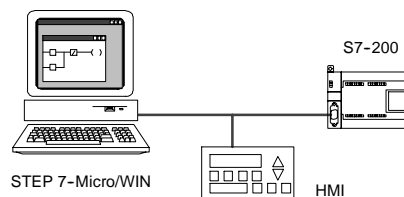

Figura 7-11 Varios maestros y un solo esclavo
La figura 7-11 muestra un ejemplo de una red multimaestro con un esclavo. El PC o la PG (con STEP 7-Micro/WIN) utiliza un procesador de comunicaciones (CP) o un cable multimaestro PPI. STEP 7-Micro/WIN y el dispositivo HMI comparten la red.